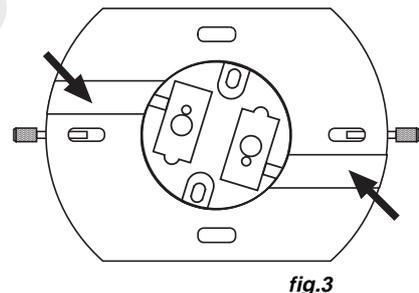

fig.3
5. **(fig.3)** Enroscar nuevamente prestando atención en que los filamentos de la lámpara se encuentren en sus alojamientos.